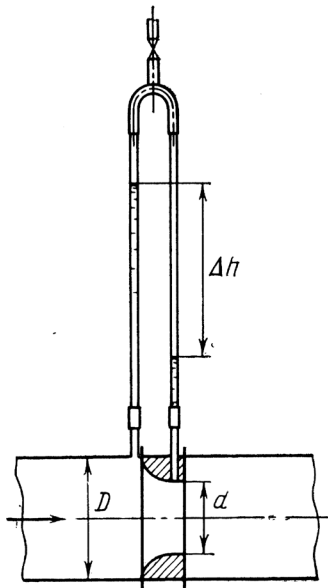

Рисунок 8.2
**8.2.4** Для визначення витрати бензину, що подається по трубі з діаметром  $D = 20$  мм, встановлено сопло діаметром  $d = 10$  мм і приєднані п'єзометри (рис. 8.2). Визначити витрату бензину по трубі, якщо різниця рівнів бензину в п'єзометрах  $\Delta h = 1$  м.
**8.2.5** Визначити витрату води, якщо різниця п'єзометричних напорів у великому і малому перерізах водомірної труби (рис. 8.2)  $\Delta h = 250$  мм, діаметр великого перерізу  $D = 200$  мм, діаметр малого перерізу  $d = 100$  мм. Коефіцієнт витрати  $\mu = 0,98$ .